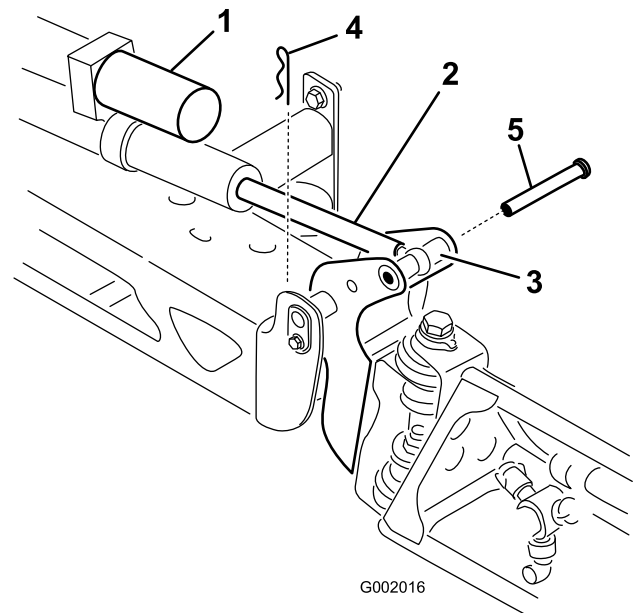

Figura 49
2. Retire el pasador de horquilla del pasador de giro (Figura 49).
3. Levante el brazo y retire el pasador (Figura 49). Baje el brazo lentamente sobre el tope.
6. Eleve el brazo para alinear el pivote con el émbolo del actuador. Sujetando el brazo, introduzca el pasador a través del pivote del brazo y del émbolo del actuador (Figura 49).